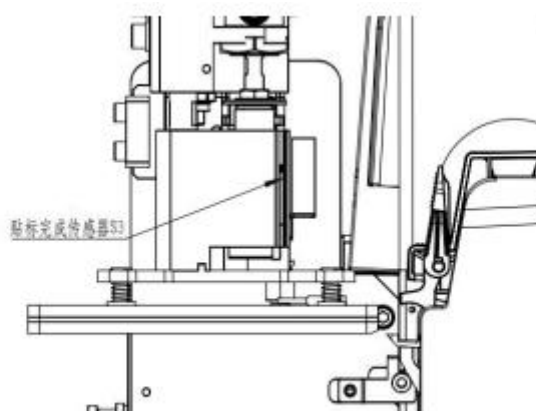

图2
块调整至需要位置再锁紧螺钉。调整上下高度时，松开滑动块固定的两个螺钉，旋转上方调整螺钉， 逆时针旋转吹标板向上移动，顺时针吸标板向下移动。见图 2。
9、（如图 2 位置）贴标时检查贴标完成传感器 S3 在触碰贴标物体时是否亮灯。贴标时下方无物体时贴标臂会下落到最大行程处停止，保持一小段时间（5s）会自动缩回，此时会提示贴标臂错误 S3 报警。